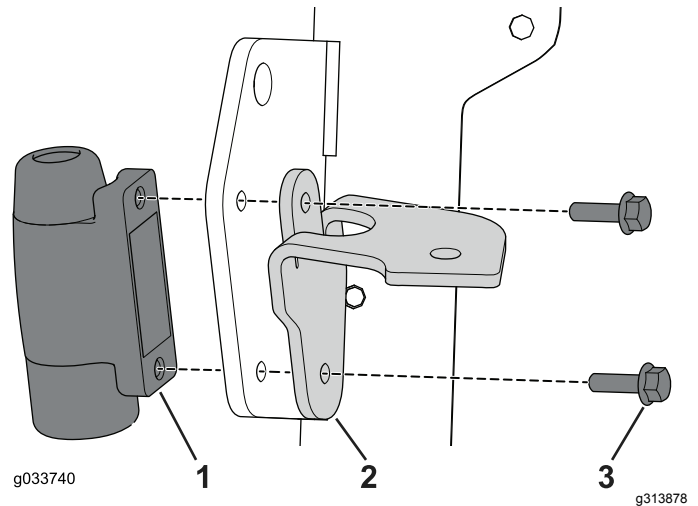

图 9
- 对于带镜子的机器用 4 个螺栓 6mm x 20mm 将灯具总成通过支架固定至镜子底座上 图 9。